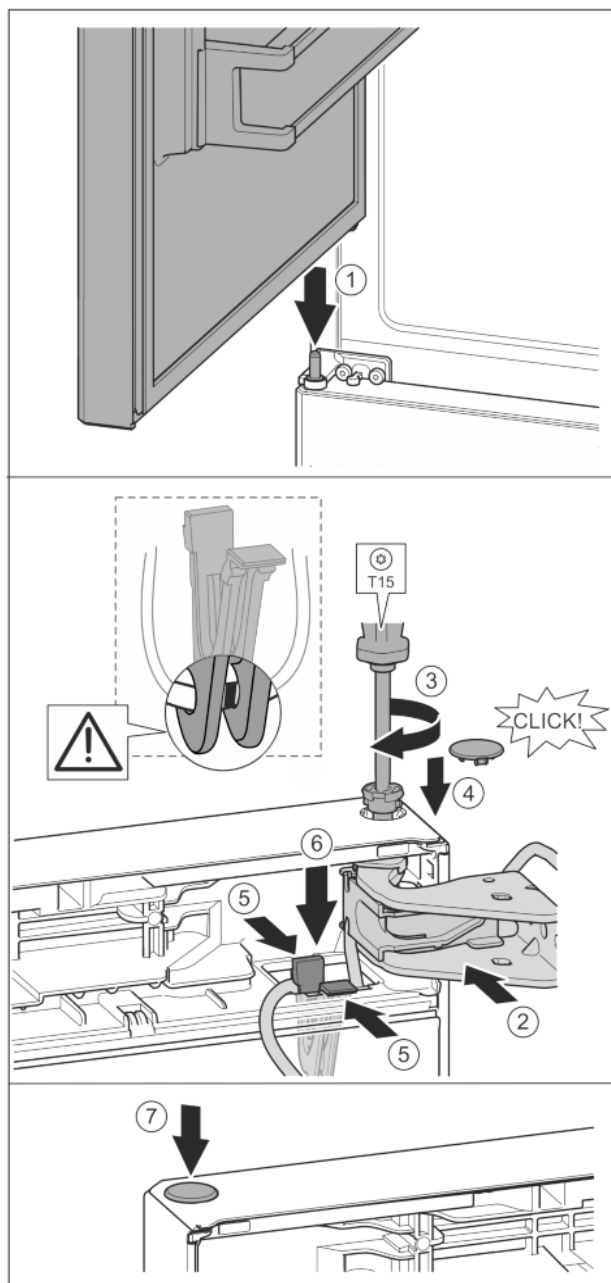

Fig. 35
- ▶ Установка верхней двери на средний опорный палец Fig. 35 (1)
- ▶ Дверь вверху выровнять по отверстию в опорном кронштейне. Fig. 35 (2)
- ▶ Вставить палец и затянуть отверткой T15. Fig. 35 (3)
- ▶ Установить предохранительную крышку для защиты двери: вставить предохранительную крышку и проверить, прилегает ли она к двери. В ином случае вставить палец полностью. Fig. 35 (4)
- ▶ Вставить держатель кабеля с закрепленным на нем кабелем в отверстие. Fig. 35 (5)
- ▶ Прижать держатель вниз так, чтобы соединительная накладная защелкнулась. Fig. 35 (6)
- ▶ Вставить заглушку. Fig. 35 (7)